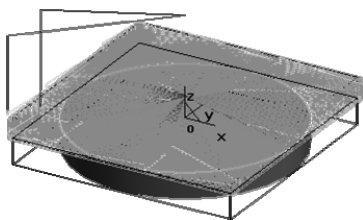

图 3-17 生成刀具轨迹
2) 单击鼠标右键确认,系统开始计算,稍后得出刀具轨迹如图 3-17 所示。